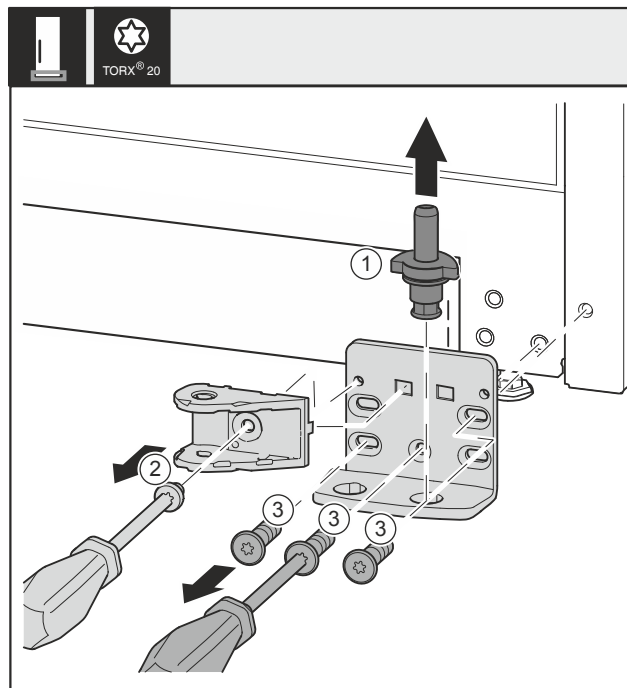

Fig. 32 \*
- ▶ Wyjąć kompletny trzpień zawiasu Fig. 32 (1) w górę.\*
- ▶ Wykręcić śrubę Fig. 32 (2) śrubokrętem i zdjąć połączenie amortyzatora zamykania.\*
- ▶ Wykręcić śruby Fig. 32 (3) śrubokrętem i zdjąć płytkę zawiasu.\*